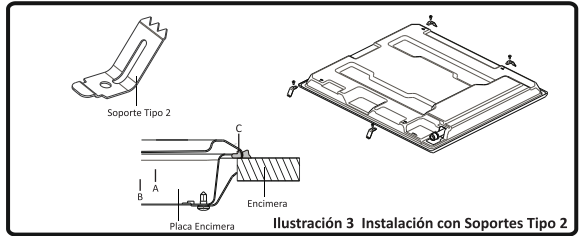

Ilustración 3 Instalación con Soportes Tipo 2
Mediante los tornillos (B), fije los soportes (A) a la cubierta inferior del aparato, según lo indicado en la ilustración 3. Coloque el aparato en el hueco y aplique presión sobre la encimera, asegurándose de que la placa esté bien asegurada.